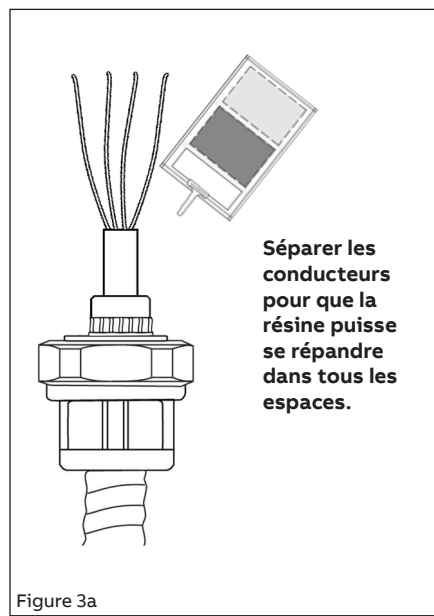

Figure 3a
**Pour les raccords jusqu'au STX250-476** inclusivement, remplir jusqu'au bord. (Figure 3a)
**Pour les raccords STX300-478 et plus grands,** remplir environ **LA MOITIÉ** de la chambre d'obturation. Attendre 2 heures et continuer de remplir jusqu'au bord. (Figure 3a).